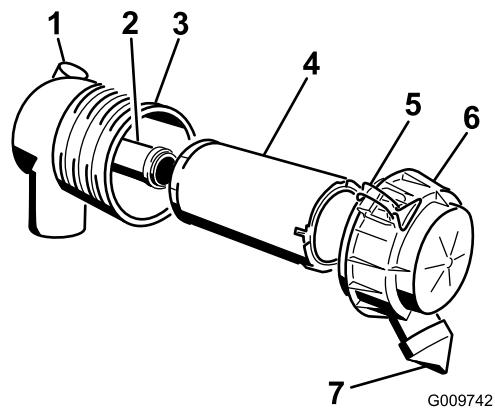

Figure 29
Important: Faites l'entretien du filtre à air uniquement quand l'indicateur de colmatage est rouge (Figure 29). Changer le filtre à air prématièrement ne fait qu'accroître le risque de contamination du moteur par des impuretés quand le filtre est déposé.
4. Ouvrez les attaches du filtre à air et séparez le couvercle du corps du filtre (Figure 29).
1. Sortez l'élément principal du corps du filtre avec précaution (Figure 29). Évitez de cogner l'élément à l'intérieur du corps.
- Si vous remplacez l'élément filtrant de sécurité, insérez-le avec précaution dans le corps du filtre (Figure 29).
- Placez ensuite l'élément principal sur l'élément de sécurité avec le même soin (Figure 29). Assurez-vous qu'il est bien engagé en appuyant sur le rebord extérieur.
- Reposez le couvercle du filtre à air, le côté portant l'inscription "UP" en haut, et fermez les dispositifs de verrouillage (Figure 29).